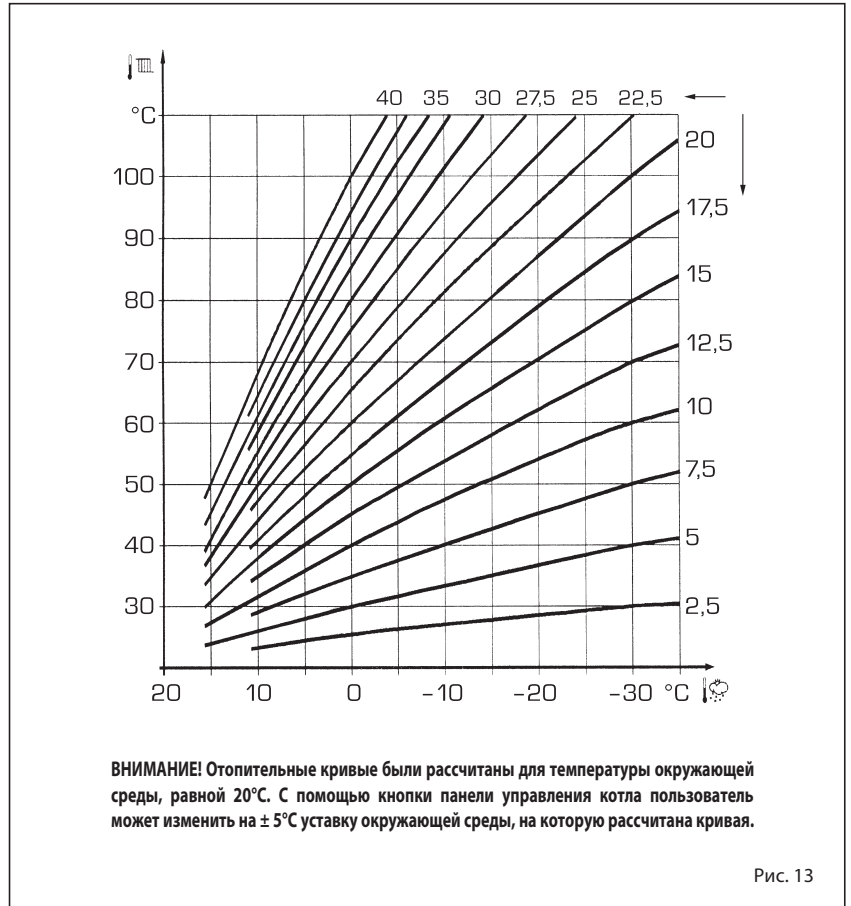

Рис. 13
3.4 ВНЕШНИЙ ДАТЧИК ПОДКЛЮЧЕН (рис. 13)
Если присутствует внешний датчик, НАСТРОЙКИ отопления осуществляются на основании климатических кривых в зависимости от внешней температуры и, в любом случае, они ограничиваются значениями в пределах диапазона, который был описан в пункте 3.3 (параметры ПАР 22 для зоны 1, ПАР 25 для зоны 2 и ПАР 28 для зоны 3). Для устанавливаемой климатической кривой можно выбрать значение от 3 до 40 (шагом в 1 значение). Увеличивая наклон, представленный кривыми на рис. 13, увеличивается температура подачи установки в зависимости от внешней температуры.